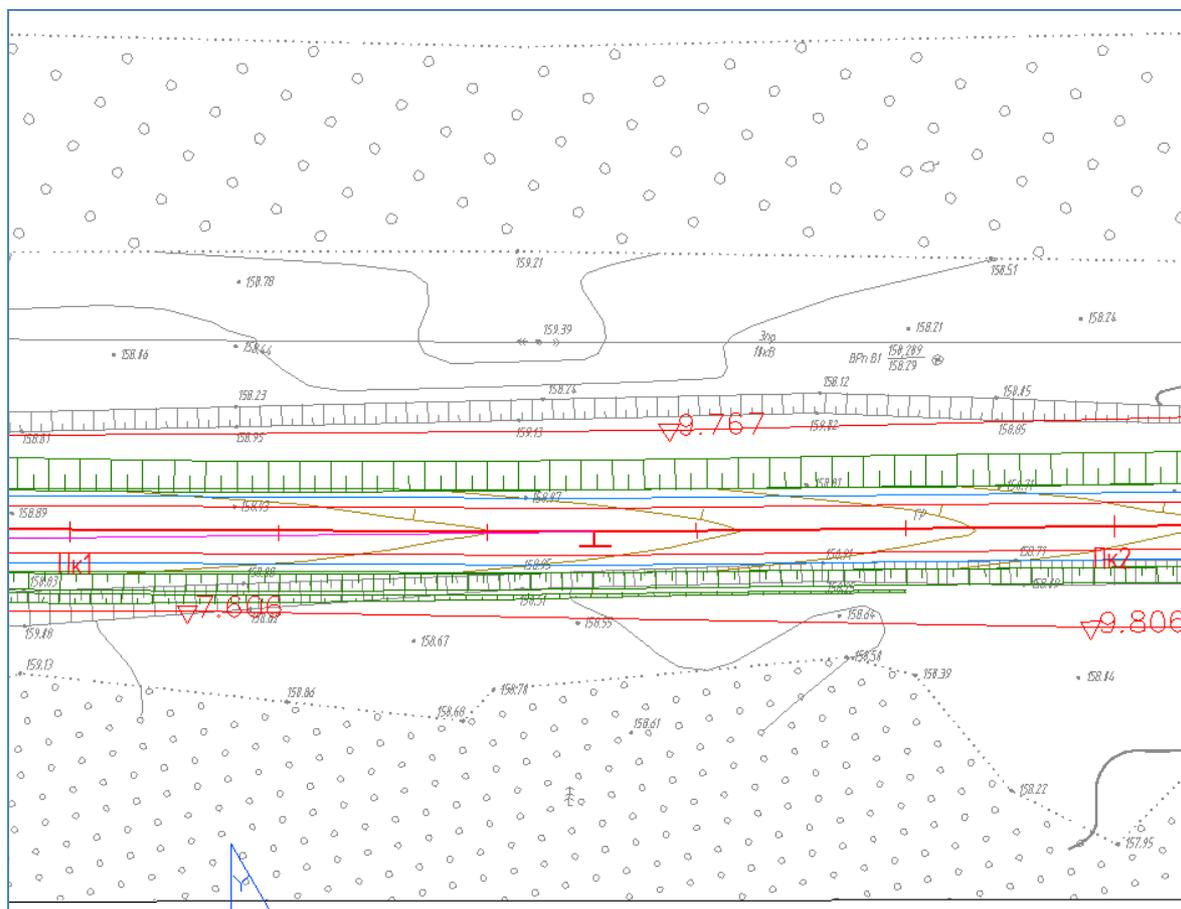

Рис.7.7. Пример чертежа плана
- в поле *Путь* укажите место размещения файла на жестком диске. Нажмите на кнопку ОК для сохранения чертежа плана в файл. Экспортируются только те слои, видимость которых включена!!! Пример чертежа плана всего объекта приведен на рис.7.7.